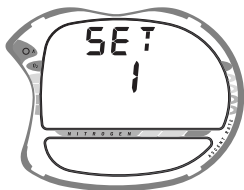

Fig. 16 - Set Modus 1
- nach 2 Sekunden erscheint **SET: 1** (Fig. 16)